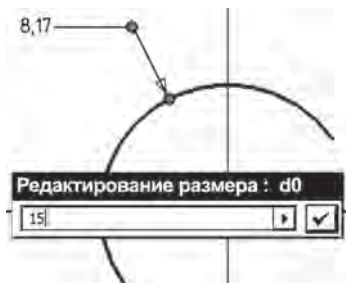

Рис. 5
- Из панели «Зависимость» выбираем команду «Размеры». Ставим *размерную зависимость* на дугу окружности, затем меняем числовое значение радиуса на 15 мм (рис. 5).